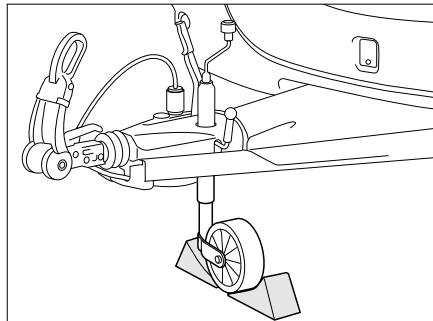

Fig. 166 Bloquer la roue d'appui
- Placer la roue d'appui de manière perpendiculaire au sens de la marche et la bloquer avec des auxiliaires adéquats (Fig. 166).